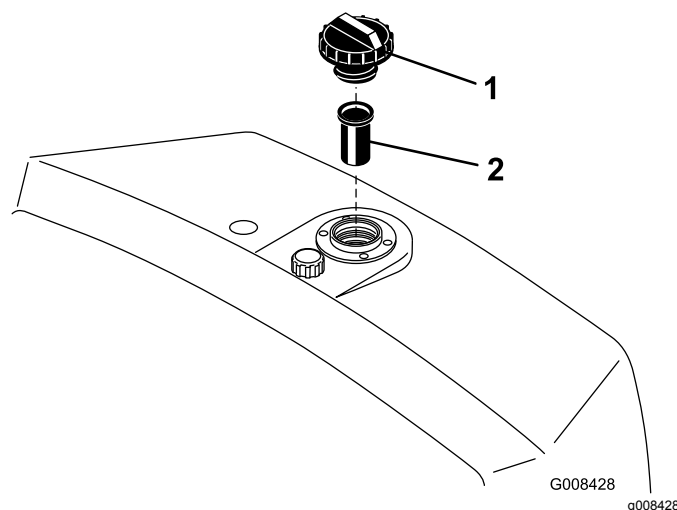

図 49
2. オイルタンクのキャップを取って油量を点検する。補給口の首の根元部分まであれば適正である。図 49